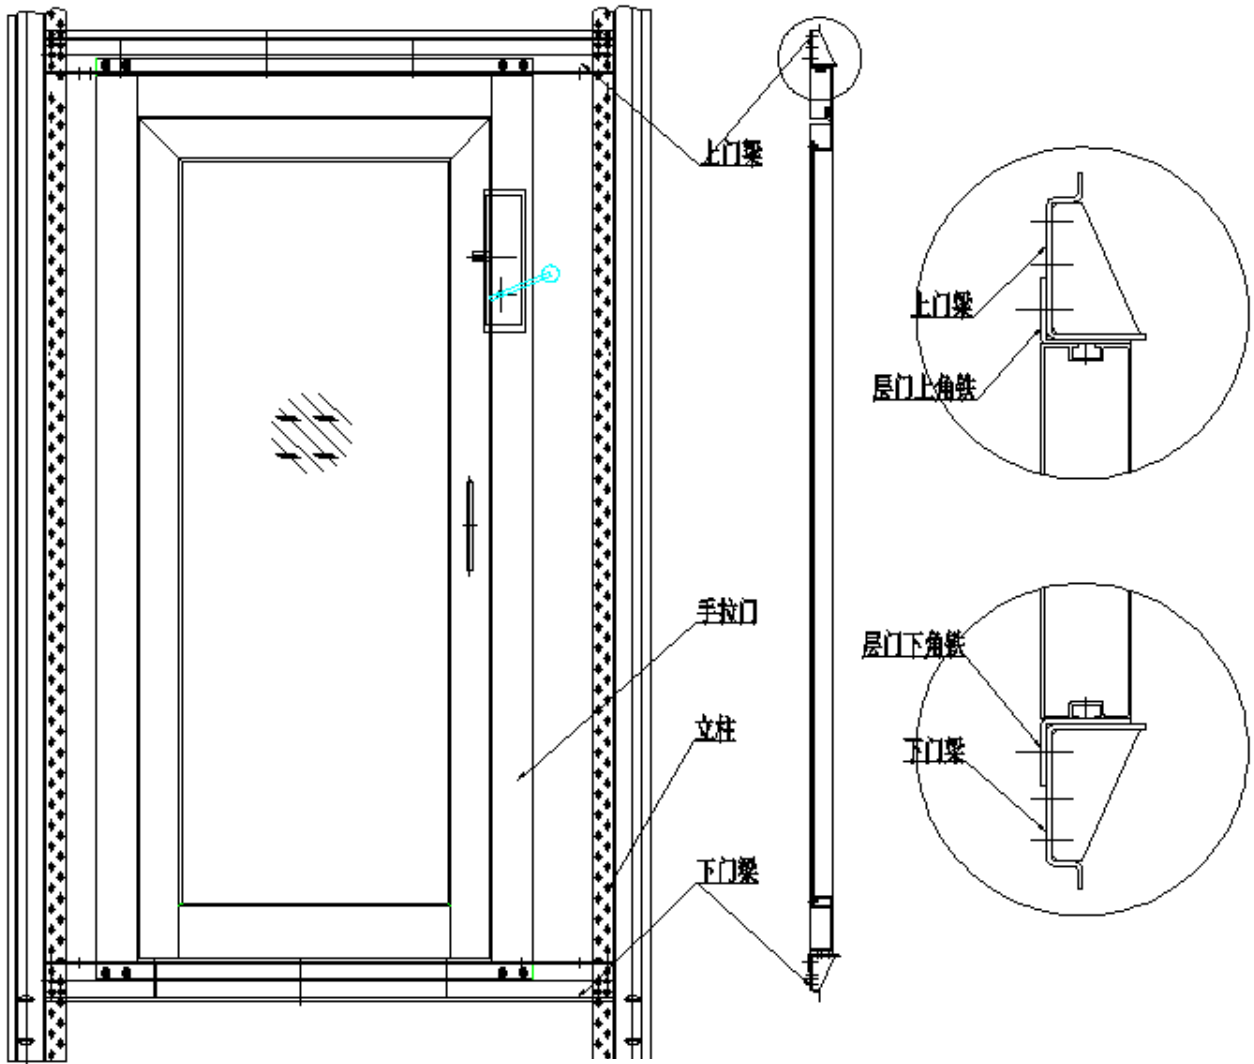

图 14-9
14.2.2 配铝型材手拉门上下两端有孔，当左右或上下手拉门安装在钢井架上时，直接安装钢井架上下门梁之间，手拉层门上下下端都有角铁，应紧贴上下门梁侧面壁孔连接，见图 14-9。